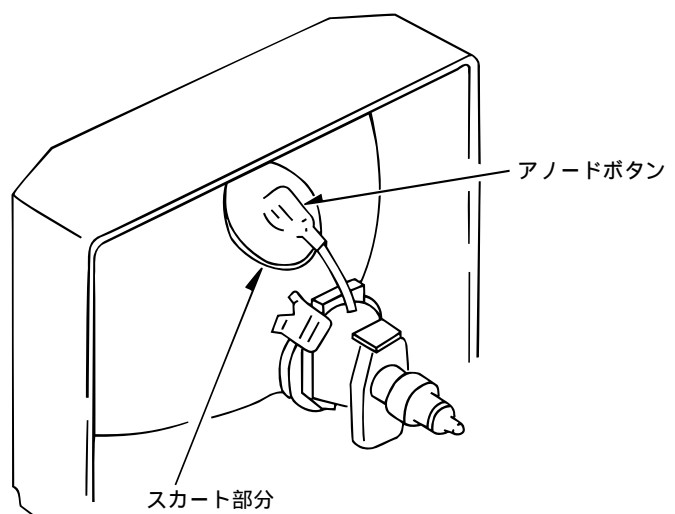

Fig. 3-8
(10) アノードキャップのスカート部分を軽くおさえ、CRTとの密着度をよくする。
(11) さらにアノードキャップがCRTに密着していることを再確認する。(Fig 3-8参照)